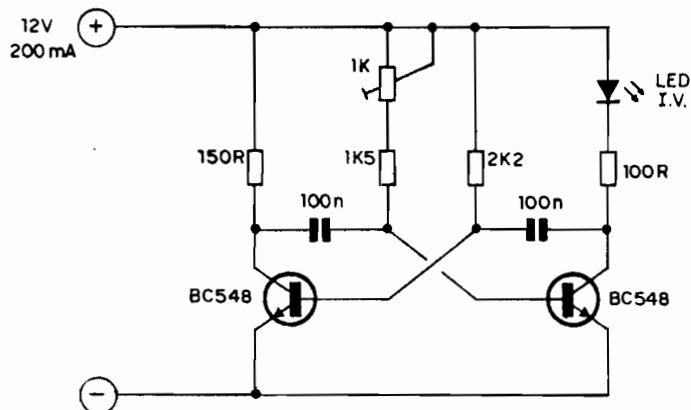

Fig.1
- **FIG. 1 - DIAGRAMA ESQUEMÁTICO DO CIRCUITO (MÓDULO EMISSOR)** - O LED infra-vermelho (o circuito admite muitas equivalências...) emite o feixe pulsado de energia luminosa invisível, simplesmente traduzindo a Frequência de oscilação de um mero FLIP-FLOP transistorizado, estruturado com dois transísto-